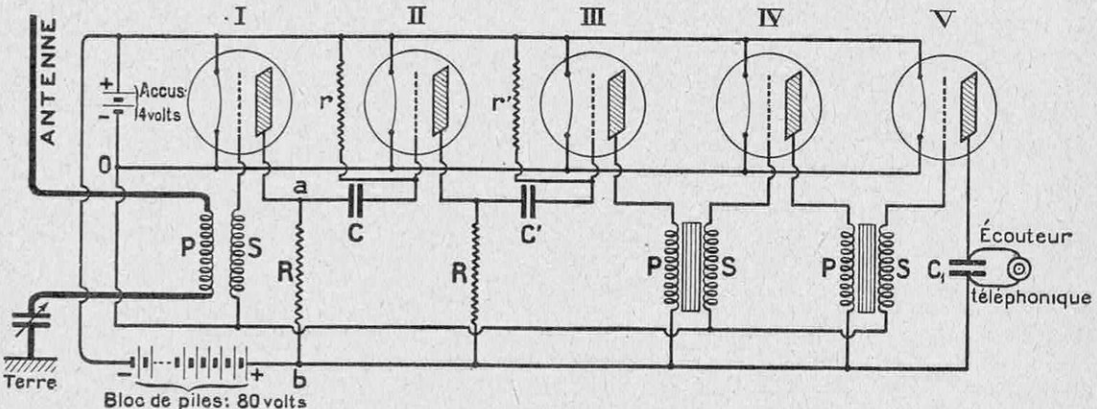
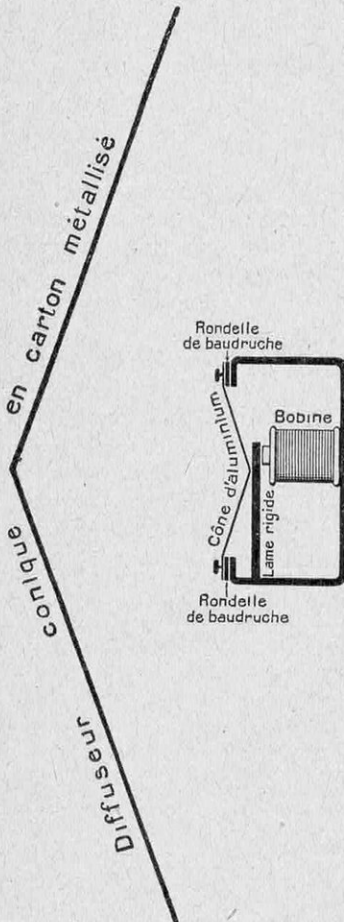

FIG. 17. — POSTE RÉCEPTEUR A CINQ LAMPES (DEUX AMPLIFICATEUR HAUTE FRÉQUENCE, UNE DÉTECTRICE, DEUX AMPLIFICATEUR BASSE FRÉQUENCE)
FIG. 18. — PRINCIPE DU HAUT-PARLEUR
Un tel poste comprendra, par exemple, deux lampes amplificatrices (haute fréquence) I et II , une détectrice III et deux lampes amplificatrices (basse fréquence) IV et V (fig. 17).
Le circuit de plaque de la dernière lampe comportera un téléphone (ou un haut-parleur, fig. 18) en dérivation sur une capacité fixe ($C_1 = 0,002$ microfarad), téléphone qui sera relié à ce circuit, soit directement (fig. 17), soit à l'aide d'un petit transformateur (1).
(1) Il est utile de rappeler qu'en radiophonie on ne peut pas se servir de la réception « par hétérodyne », c'est-à-dire utiliser les « battements » produits par le poste émetteur et par un autre petit poste émetteur auxiliaire, contigu au poste récepteur et presque